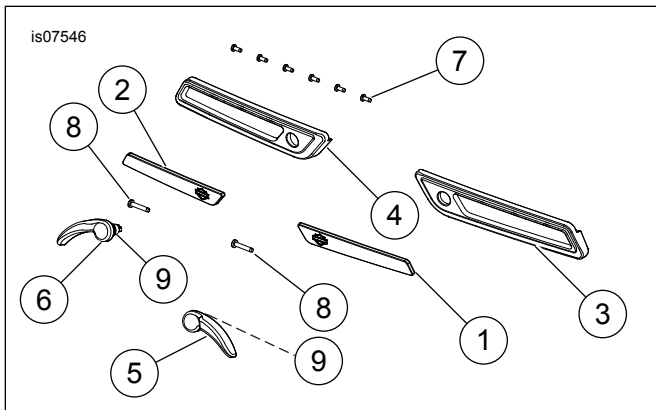

Abbildung 2. Ersatzteile: Scharnierabdeckungs- und Hebelsatz
Siehe Abbildung 2 und Tabelle 1.
1. Siehe Abbildung 2. Die Reflektor-Halterungsfläche der Deckplatte (4) mit einer 1:1-Mischung aus Wasser und Isopropylalkohol reinigen. Gründlich trocknen lassen.
2. Die Schutzfolie vom Reflektor (2) abziehen. Den Reflektor in der Deckplatte anbringen.